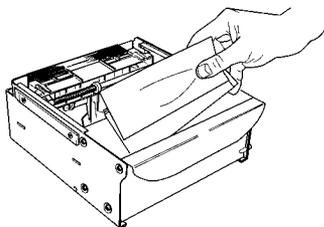

Figura 4-18. Cómo retirar billetes rechazados.
3. Retire todos los billetes rechazados. El compartimiento de rechazos es el que está ubicado en la parte más cercana a la manija de la bandeja. (Figura 4-18)